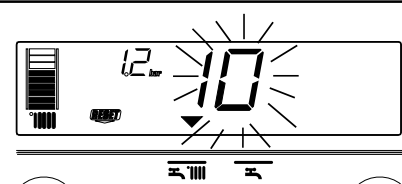

Fig. 4.24
2) Visualizzazione della sola icona (fig. 4.24)